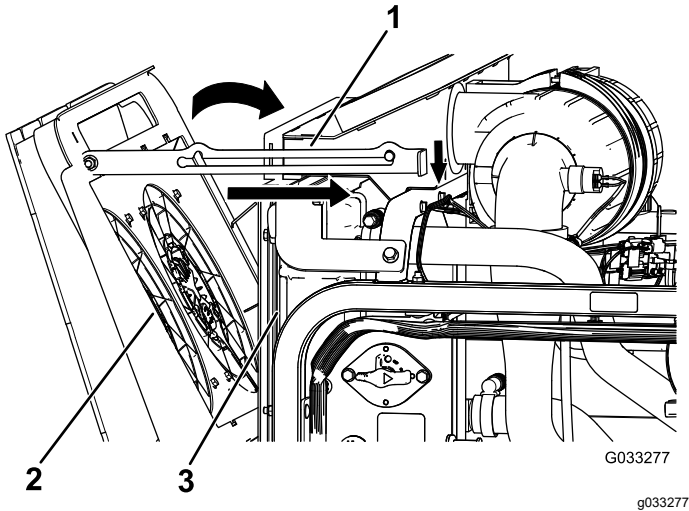

Figure 120
- Faites pivoter les ventilateurs de refroidissement du moteur vers l'avant et calez la béquille dans le cran (Figure 120).